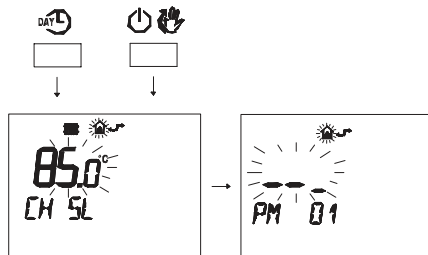

Figura 5.63
- Pulse simultáneamente los botones **DAY** y **ON/OFF** para entrar en la modalidad de programación transparente (Figura 5.63).